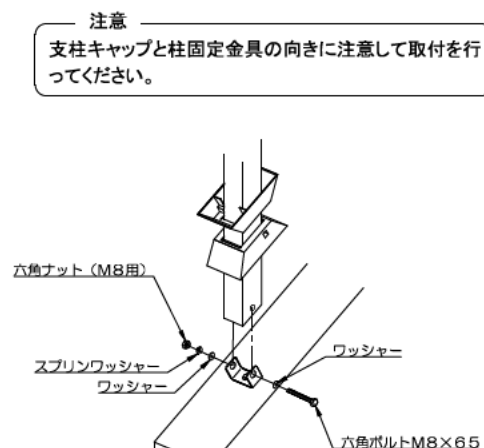

図6. 支柱の取付
(2) 支柱キャップを支柱に通してから、支柱と支柱固定金具を六角ボルトM8×65で固定してください(図6)。